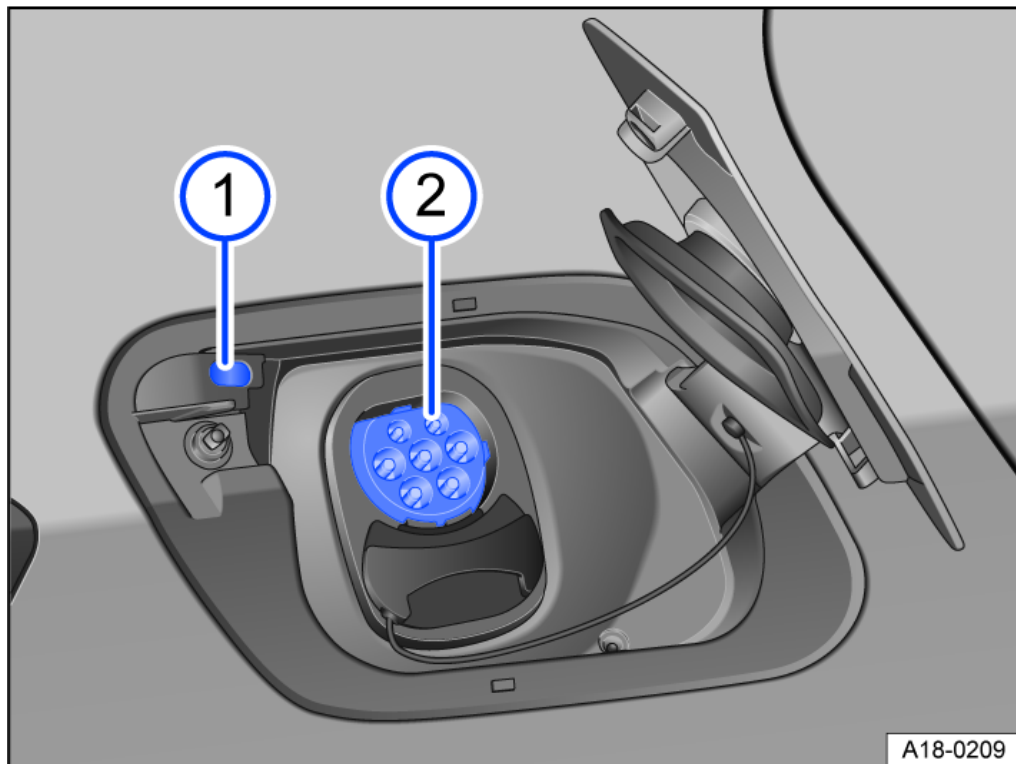

Abb. 1 Hinter der Batterieladeklappe hinten rechts: Ladedose (Prinzipdarstellung).
- ① Ladevorgangsanzeige mit Beleuchtung der Ladedose (→ *Beschreibung, Ladevorgangsanzeige*).
- ② Ladedose.
Ladestation, Wallbox, Netzsteckdose: Die Hochvoltbatterie des Fahrzeugs kann über den oberen Anschluss der Ladedose mit **Wechselstrom (AC)** geladen werden → *Abb. 1* ②.